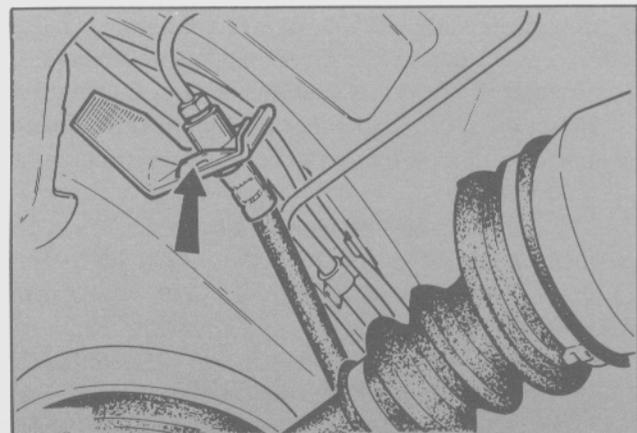

Fig. 47. Soporte de montaje de la tubería de frenos
- Retirar la tubería de frenos del soporte fijado al brazo de suspensión trasera (Fig. 47).